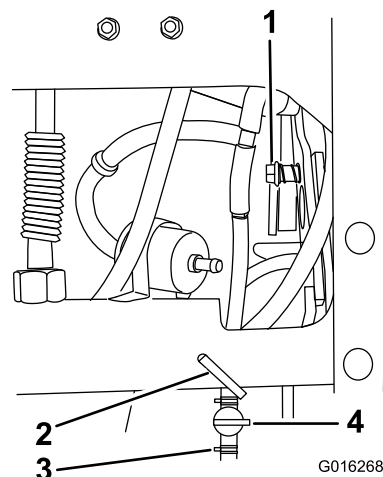

Bild 3
4. Entfernen Sie den Schlauch und die Klemme vom Absperrventil an der Motorseite und schneiden Sie die Kabelbinde aus Kunststoff durch (Bild 3).
7. Entfernen Sie die Ansatzschraube und die Druckfeder am Mähwerkhubgriff (Bild 3).